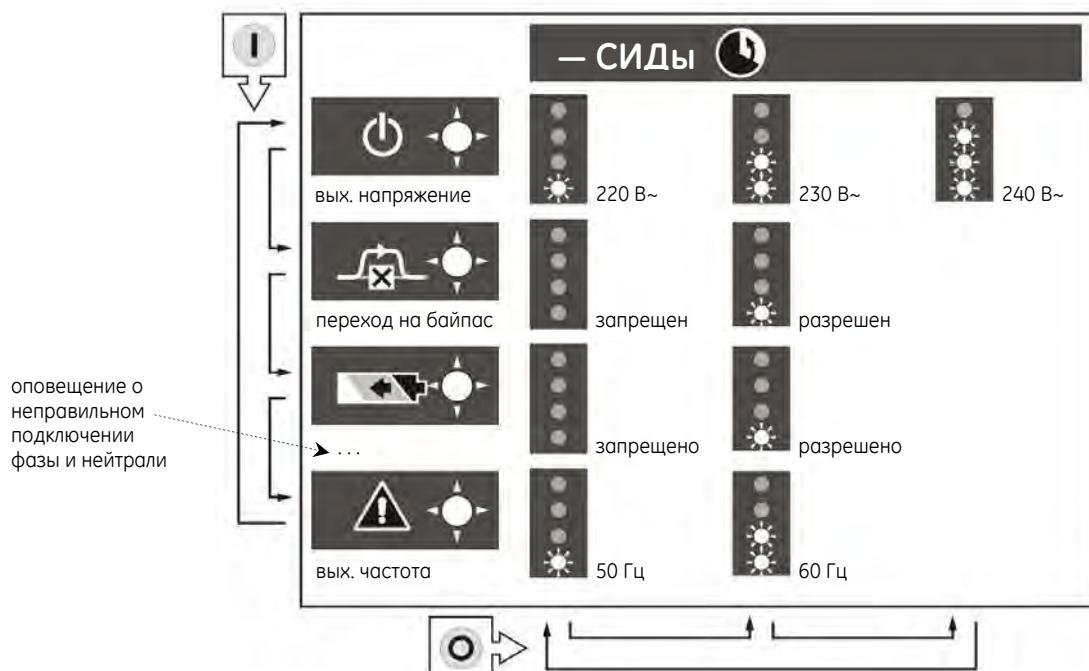

Рис. 4.5: Меню настройки
- Переключение между параметрами осуществляется при помощи кнопки «I». Один из СИДов («ИБП включен», «Питание нагрузки через байпас», «Питание нагрузки от батареи» или «Сигнал тревоги») будет мигать, информируя о том, какой параметр выбран для изменения (смотри рис. 4.5).